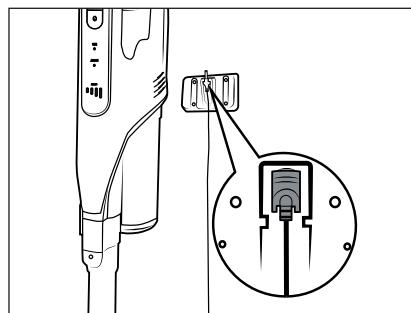

Fig. 6
- ◆ Insérez l'aspirateur par le haut dans le support mural ⑯, afin que la fiche creuse ⑪ glisse dans la prise de recharge ③ en dessous de l'appareil. L'indicateur de batterie ⑥ se met à clignoter et la recharge débute (voir fig. 6 et 7).